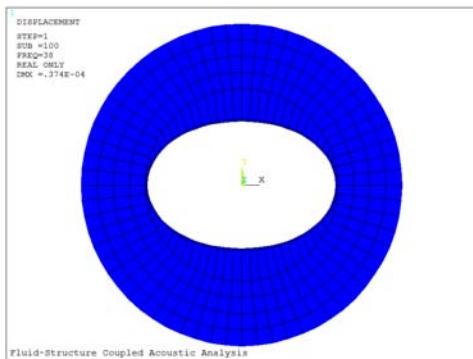

图 11-59 变化后的网格模型
⑬单击“OK”按钮，ANSYS 窗口将显示如图 11-59 所示变化后的网格模型。